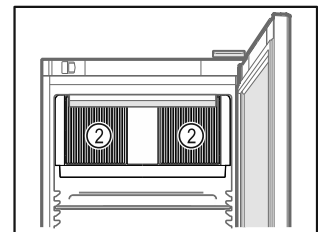

Fig. 59
- Odstąpić szczeliny wentylacyjne Fig. 59 (2) dmuchawy wewnątrz urządzenia.